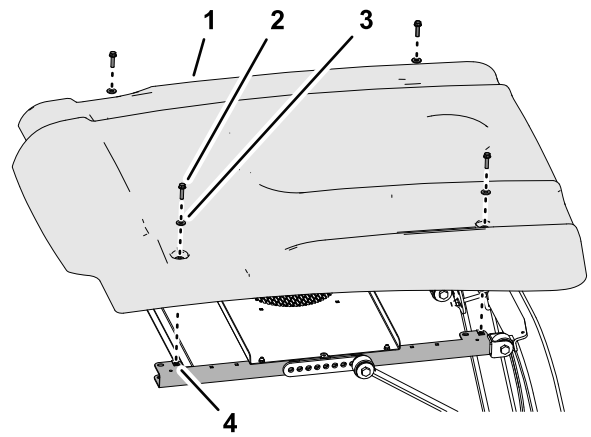

Figure 10
- Fixez le pare-soleil aux profilés (Figure 10) à l'aide des 4 boulons à embase (5/16" x 1/4") et